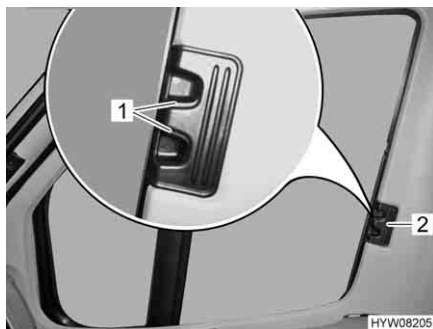

Fig. 4 Bloccaggio delle tendine oscuranti pieghevoli per il finestrino del conducente/passeggero
- Inserire la tendina oscurante pieghevole per la maniglia (Fig. 4,2) fino all'arresto.
- Fare innestare le maniglie di sbloccaggio (Fig. 4,1).